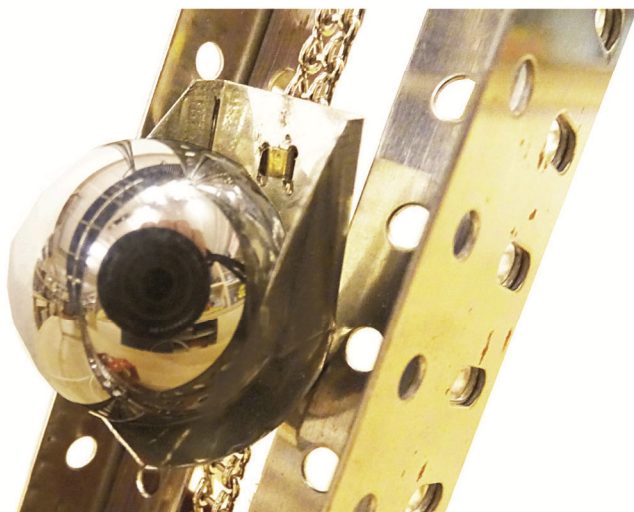

Fig. 9 Détails d'un godet de l'élévateur
- 5) les godets de l'élévateur sont inspirés des godets de dragues Meccano modifiés pour bien épouser la forme des billes de 27mm (Fig. 9).